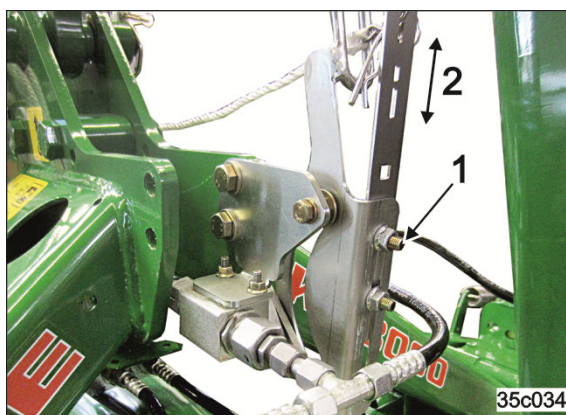

Fig. 133
1. Soltar las tuercas (Fig. 133/1).
2. Colocar el gancho de accionamiento en la posición deseada (Fig. 133/2), de modo que se permita una elevación con el árbol de transmisión en marcha continua.
3. Apretar las tuercas (Fig. 133/1).